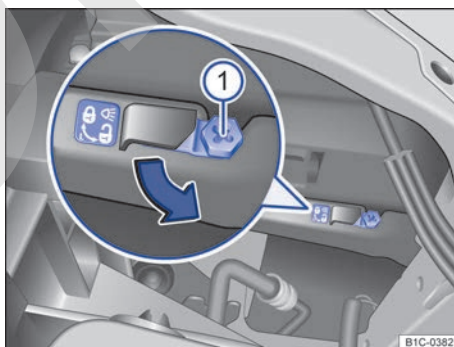

Fig. 142 En el vano motor: palanca de desbloqueo para el faro delantero izquierdo.
→ fig. 142
- ① Tenga en cuenta la lista de comprobación y lleve a cabo las operaciones descritas en ella → pág. 176.
- ② Abra el capó del motor ⚠ → pág. 192.
- ③ Desbloquee la carcasa del faro. Para ello, introduzca el destornillador para tornillos de estrella → pág. 172 en la palanca de desbloqueo ①.
- ④ Gire el destornillador 50° aprox. hacia el símbolo ⚙ → fig. 142 (flecha) hasta que suene un "clac" (en el faro izquierdo, en el sentido contrario al de las agujas del reloj; en el faro derecho, en el sentido de las agujas del reloj).
- ⑤ Extraiga el faro con cuidado.
- ⑥ Desacople el conector de la carcasa del faro.